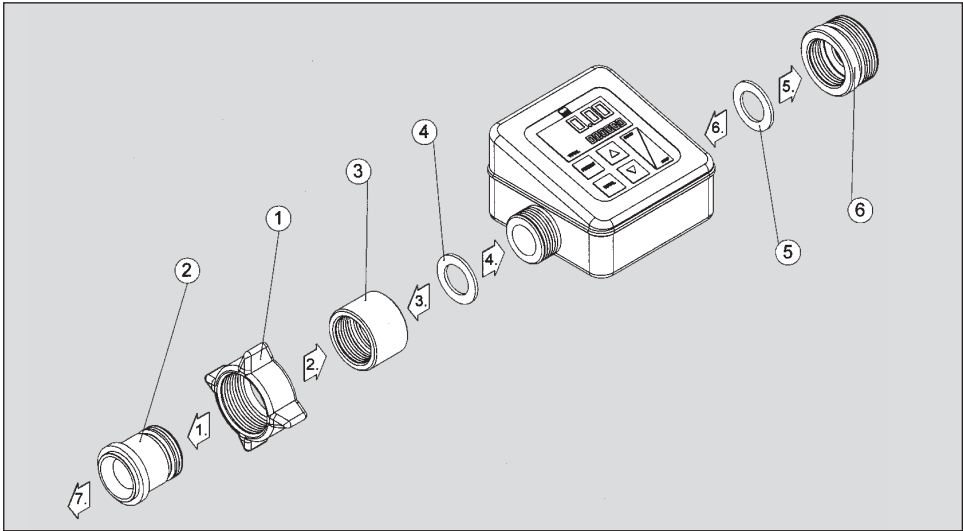

Fig. 2
2.2 Instructions de montage des débitmètres TR120-PP et TR120-PVDF sur une pompe vide-fûts (Fig. 2)